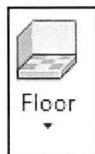

Fig. 07.49.
- Vælg *Architecture - Floor* (Fig. 07.49).